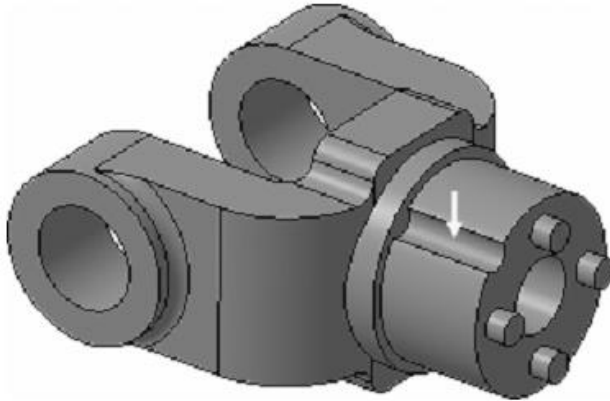

Рисунок 55.
17. Нажмите кнопку **Создать объект** (рис. 55).